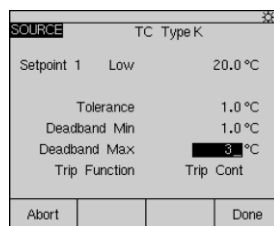

图 4
6. 把光标移动到 ToIerance（允许误差），并输入1℃作为设置点允许误差（SetPoint tolerance）；光标移动到 DeadbanF700in（最小死区），输入1℃作为最小死区值（minimum deadband）；光标移动到 DeadbanF700ax（最大死区），输入3℃作为最大死区值（maximum deadband）。现在的测试设置屏幕应如图4所示。按‘Done’键。